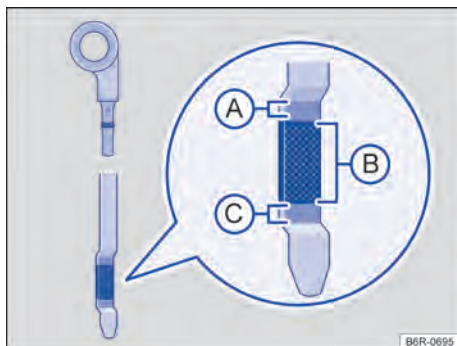

Fig. 154 Vareta de medição do óleo com marcas de nível do óleo do motor.
Em caso de alta demanda do motor, o nível do óleo do motor deve estar o mais próximo possível da área → Fig. 154 (A) – sem ultrapassar, como, por exemplo, em longas conduções em estrada durante o verão ou durante travessias de montanhas.
Legenda para → Fig. 154:
7. Retirar novamente a vareta de medição do óleo e ler o nível do óleo do motor na vareta de medição → Fig. 154 da seguinte maneira:
- (A) Não completar o óleo → Página 195 . Continuar com a etapa 16.
- (B) Nível do óleo correto. O óleo pode ser completado (aproximadamente 0,5 l). Continuar com a etapa 8 ou 16.
- (C) Completar **obrigatoriamente** com óleo recomendado mantendo o nível dentro da região (B) . Continuar com a etapa 8.
13. No final do processo de abastecimento do óleo, o nível do óleo do motor deve estar, ao menos, no meio da área → Fig. 154 (B) , mas jamais acima da área (A) → Página 195.
14. Se, por descuido, tiver sido reabastecido excesso de óleo do motor e se, depois disso, o nível do óleo se encontrar acima da faixa → Fig. 154 (A) , **não dar partida no motor**. Procurar uma Concessionária Volkswagen ou uma empresa especializada.
- Não ligar o motor se o nível do óleo do motor estiver acima da área → Fig. 154 (A) . Procurar uma Concessionária Volkswagen ou uma empresa especializada. Caso contrário, o catalisador e o motor podem ser danificados!
🍃 O nível do óleo do motor não deve em nenhuma hipótese ultrapassar a área → Fig. 154